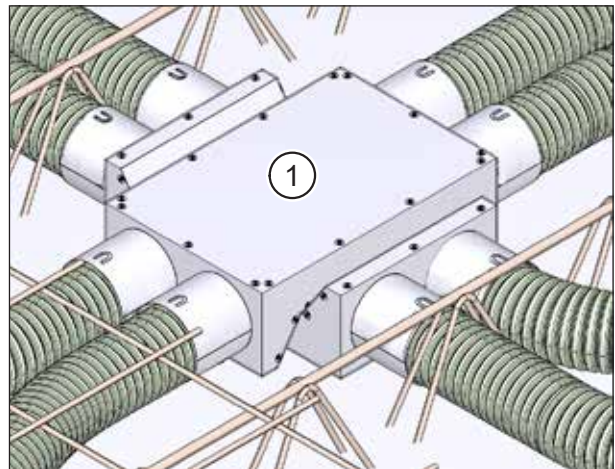

Abb. 6: Flexrohre kreuzen
- ▶ Verwenden Sie ein Kreuzungsstück (Pos. 1 in Abb. 6), wenn die Abluft- und Zuluftleitungen aufgrund baulicher Gegebenheiten gekreuzt werden müssen.